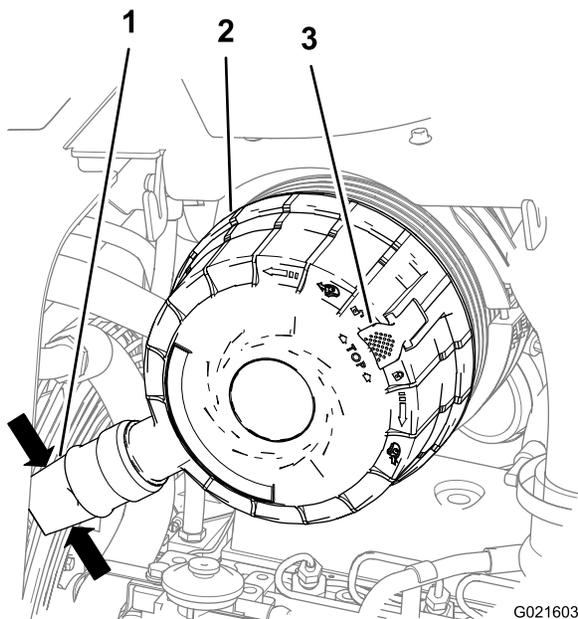

Figura 46
Apriete los lados de la válvula de polvo para vaciar cualquier agua, polvo o suciedad de la válvula (Figura 46).
2. Tire hacia fuera del enganche de la tapa del limpiador de aire (Figura 46).
3. Gire la tapa del filtro del limpiador de aire en sentido horario, hasta que el tapón guardapolvo esté en la posición de las 8 (Figura 46).
4. Presione el cierre de la tapa del limpiador de aire hacia dentro hasta que la tapa esté correctamente asentada (Figura 46).